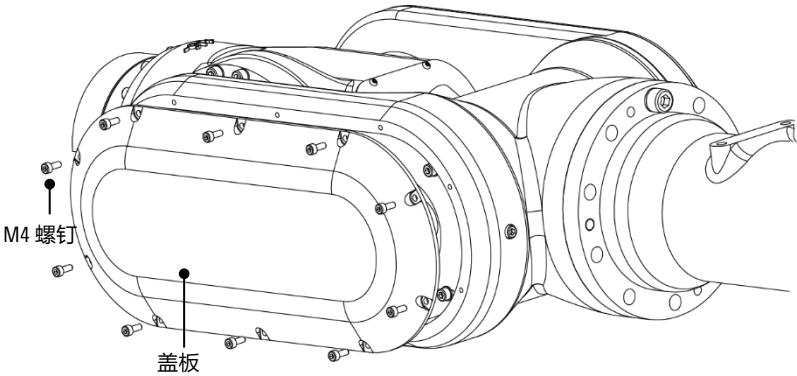

图 10-10 拆卸左侧盖板
- 步骤3.** 卸下左侧密封盖 M4 螺钉，如图 10-10 图所示。